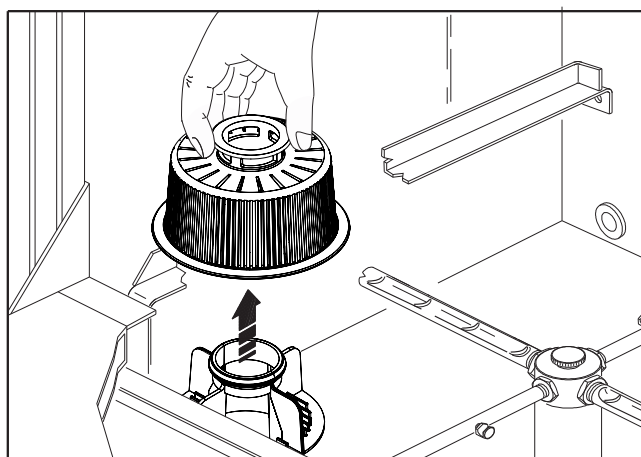

Fig. 17
2. saque y limpie el filtro de la bomba de lavado (fig.17) y los filtros del tanque, si están presentes